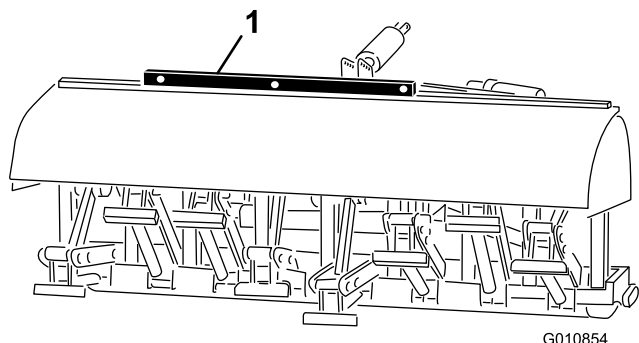

Figure 23
2. Placez le niveau en haut du châssis de l'aérateur pour vérifier l'horizontalité transversale (Figure 23).